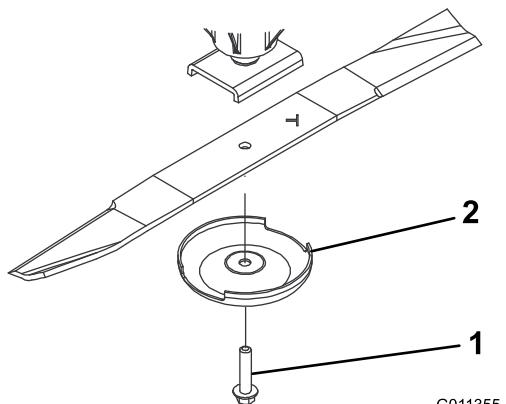

Figure 14
- Tenez la lame à son extrémité avec un chiffon ou un gant épais. Enlevez le boulon, la coupelle de protection et la lame de l'axe de pivot (Figure 14).
- Montez la lame, la partie relevée vers le plateau de coupe, et fixez-la avec la coupelle de protection et le boulon (Figure 14). Serrez le boulon de la lame à un couple de 115 à 149 Nm.